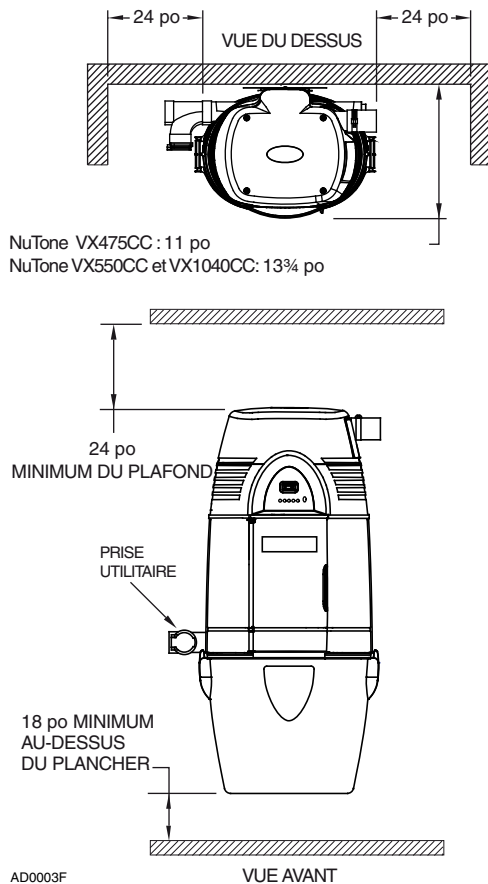

Fig. 2
2. Voir Fig. 2 pour s'assurer de respecter les dégagements minimaux au mur.